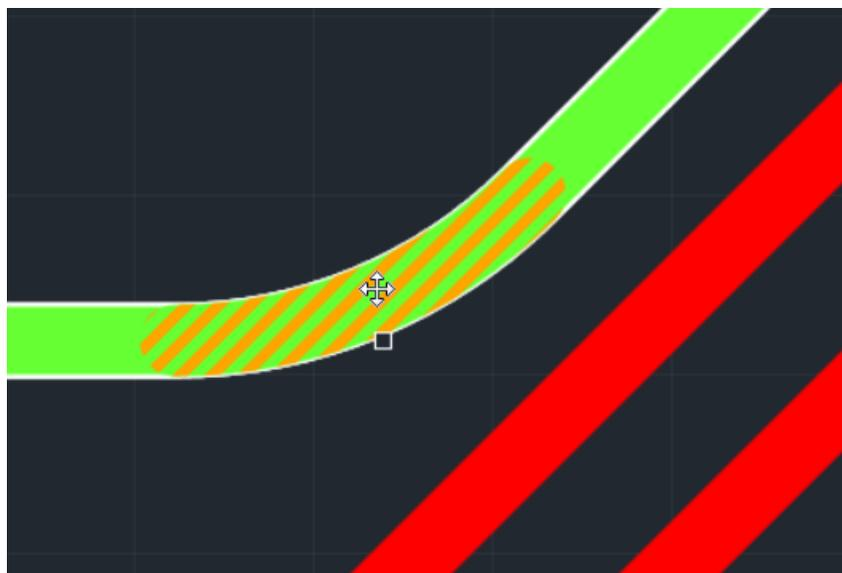

Рис. 15 Выбор области скругления
1. Выберите скругление на треке, Рис. 15.